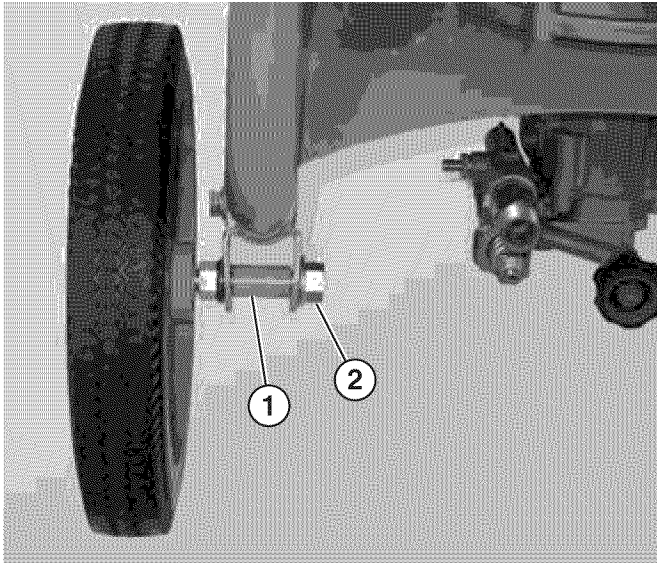

Figura 8 – Ensamble las ruedas al bastidor WP2500
5. WP2500 únicamente: Coloque la rueda con el perno a través del separador y el bastidor (Ver Figura 8).
6. WP2500 únicamente: Coloque la tuerca de brida dentada y apriete (Ver Figura 8).